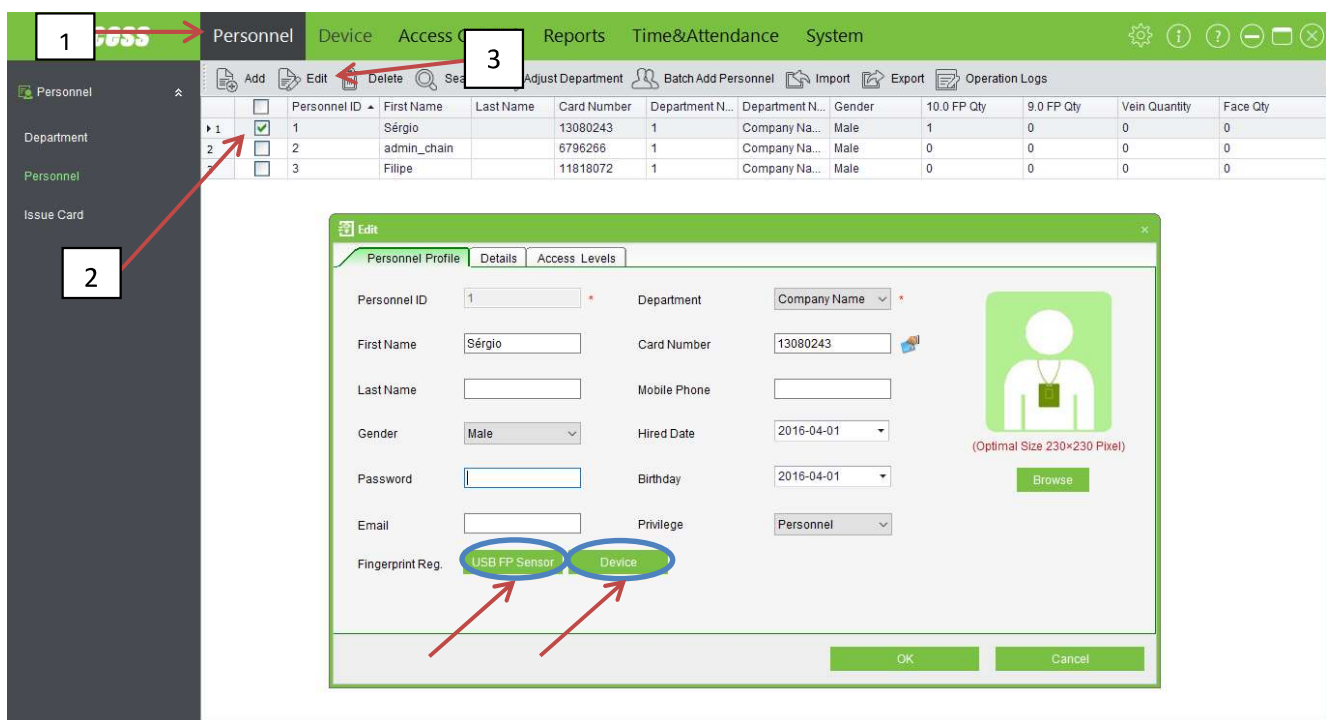

Figura 18 – Adicionar impressão digital
Para adicionar uma impressão digital de um utilizador é necessário criar um utilizador ou editar os dados do utilizador **Personnel (1) -> Seleccionar o utilizador (2) -> Edit (3)** (Figura 18).
Seleccionar (Figura 18):